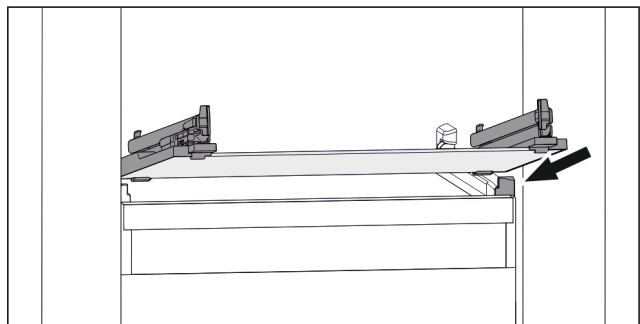

Fig. 74 Приблизне відображення скляної пластини
- ▶ Встановити скляну пластину за стопорами навскоси. (див. Fig. 74)